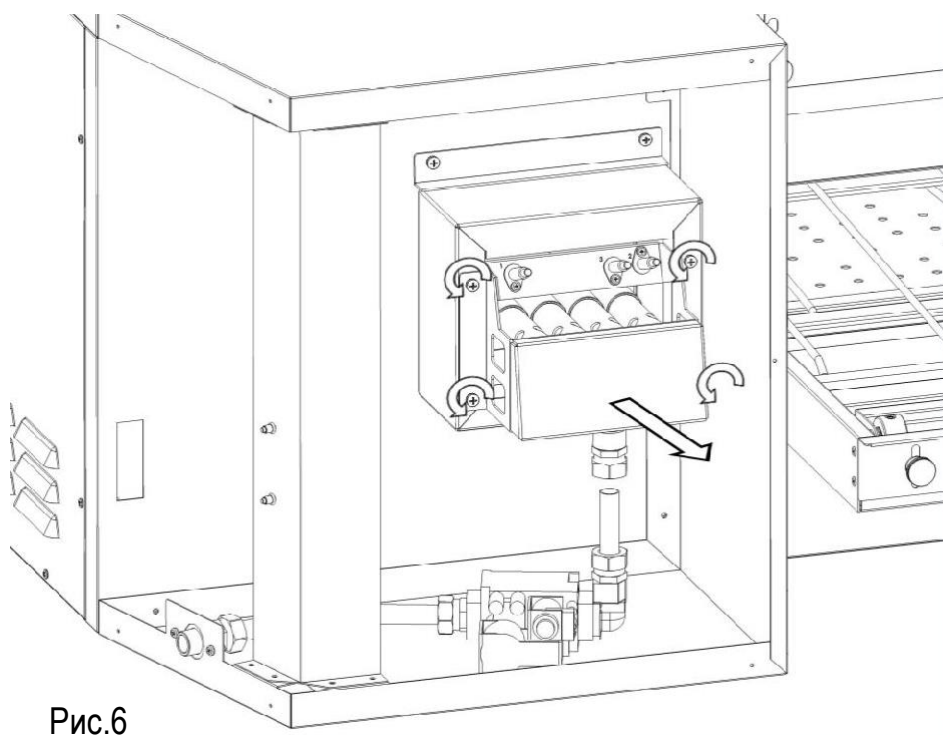

Рис.6
4. Открутите винты, которыми крепится горелка, и выньте ее (рис.6).